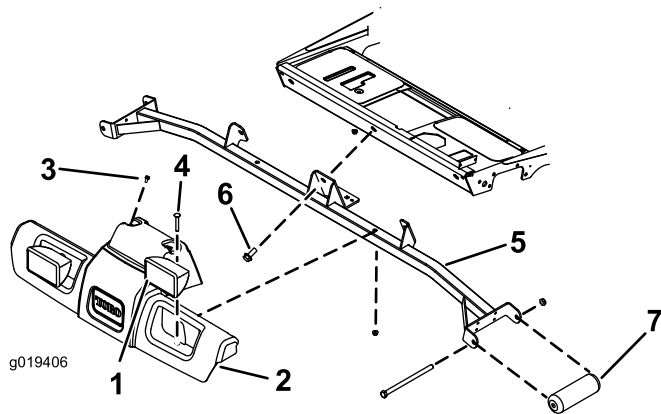

Bild 2
1. Schließen Sie die Scheinwerferkabelanschlüsse vom Kabelbaum der Zugmaschine ab (Bild 2).
2. Entfernen Sie die zwei Schrauben, mit denen die Oberseite der Plattformhaube an der Zugmaschine befestigt ist (Bild 2). Bewahren Sie die Schrauben auf.
3. Entfernen Sie die zwei Schlossschrauben und Muttern, mit denen die Scheinwerfer und die Plattformhaube an der Stütze befestigt sind (Bild 2). Bewahren Sie die Schrauben und Muttern auf.
4. Entfernen Sie die Plattformhaube von der Stütze (Bild 2).
5. Nehmen Sie die drei Schrauben ab, mit denen die Stütze am Rahmen der Zugmaschine befestigt ist (Bild 2). Bewahren Sie die Schrauben für die Montage auf.
6. Entfernen Sie die Schrauben und Muttern, mit denen die Frontrollen an der Stütze befestigt sind (Bild 2). Bewahren Sie die Schrauben, Muttern und Rollen auf; werfen Sie die Stütze weg.